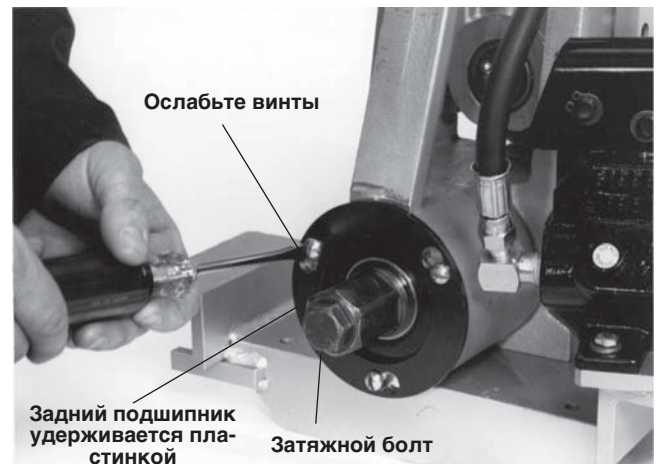

Рисунок 21 – Ослабление затяжного болта и винтов удерживающей пластинки
- Когда зажим шпинделя закрыт, ключом ослабьте затяжной болт (рисунок 21).